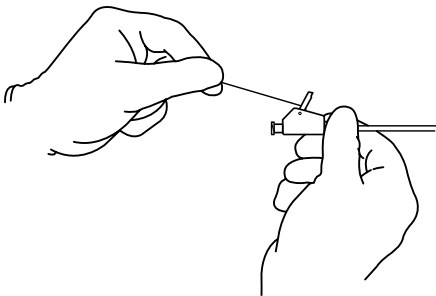

Fig. 1
- a. Mantenga inmóvil el conjunto conector Mac-Loc con una mano y tire del hilo de sutura para que el extremo distal del stent adopte su forma de lazo. (**Fig. 1**)